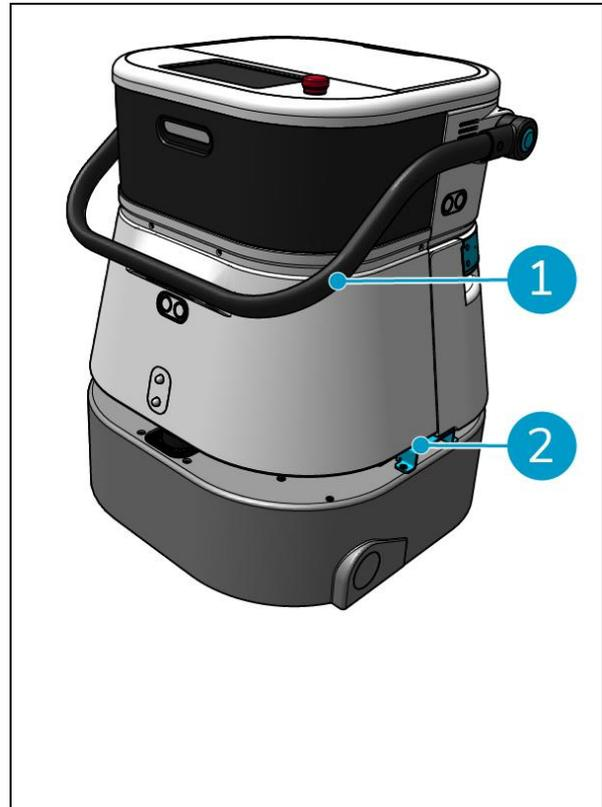

Figure 9
2. Déplacer la co-botique 45 vers sa destination à l'aide de la poignée (Figure 9, pos. 1), ou la poignée de transport des deux côtés (Figure 9, pos. 2).
2. Transporter la co-botique 45 jusqu'à sa destination, en utilisant la poignée de transport des deux côtés (Figure 9, pos. 2).
2. Soulevez le co-botic 45 dans votre véhicule à l'aide des poignées de transport (Figure 9, pos. 2).